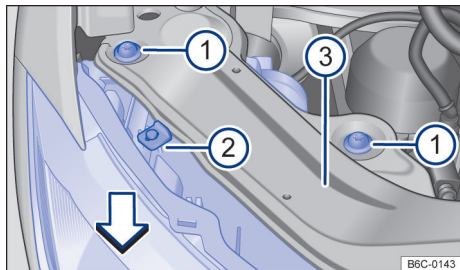

Fig. 126 No compartimento do motor: parafusos de fixação do farol dianteiro.
- Remover os parafusos de fixação → Fig. 126 ① com o auxílio de uma chave torx.
- Mover o farol para frente, no sentido da seta → Fig. 126, até que os dois cliques da parte inferior desencaixem e possibilite a remoção do farol.
- Desencaixar o conector de alimentação, para remover totalmente o farol → ①.
- Recolocar o farol cuidadosamente até que os dois cliques inferiores encaixem e o batente superior → Fig. 126 ② encoste no suporte do farol ③.
- Recolocar os parafusos de fixação ① na carcaça do farol.
- Pressionar o farol contra o batente central superior ② e apertar os parafusos ① com a chave torx.